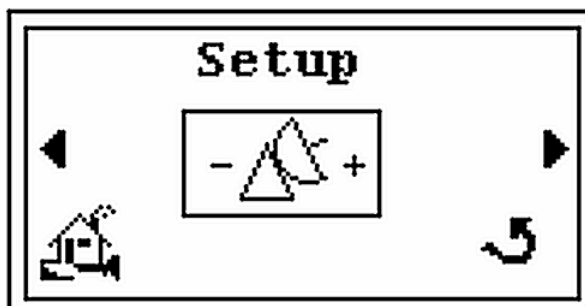

図 2-13 Setup 画面
3. ▶ を押すと *Setup* 画面が表示されます (図 2-13)。